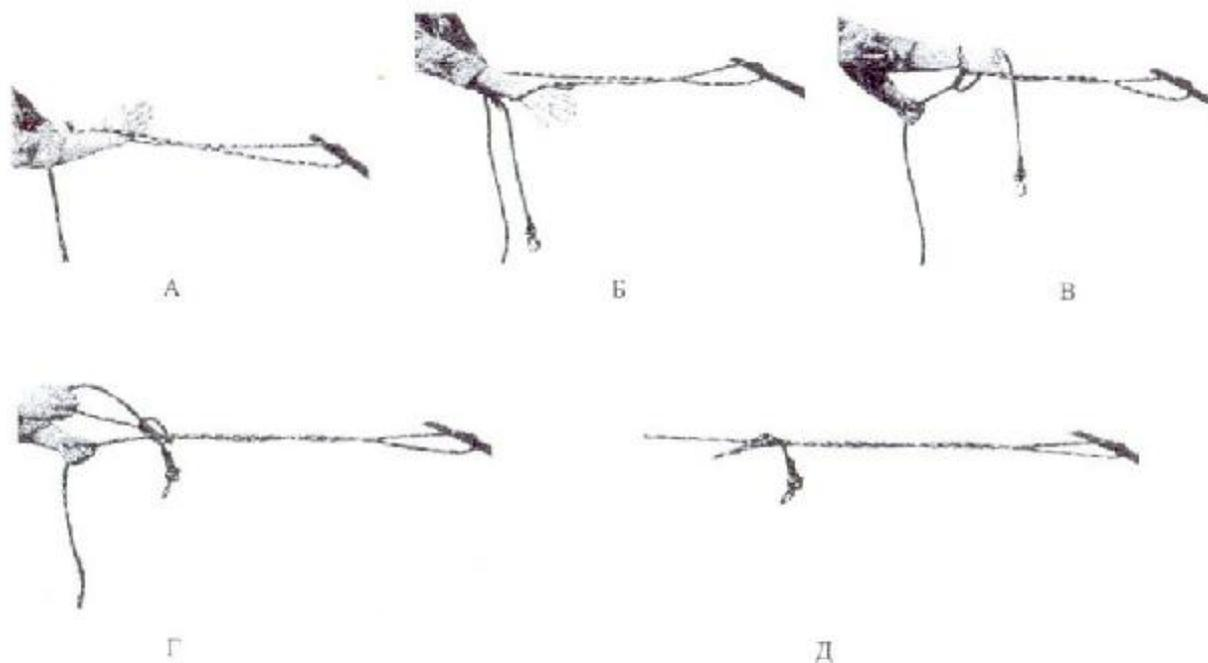

Рис. 9 Закрепление спасательной веревки четвертым способом
*Четвертый способ* (Рис. 9): пожарный обматывает одним витком конструкцию. Оба конца веревки берет в левую руку так, чтобы короткий конец находился справа. Правую руку просовывает снизу между